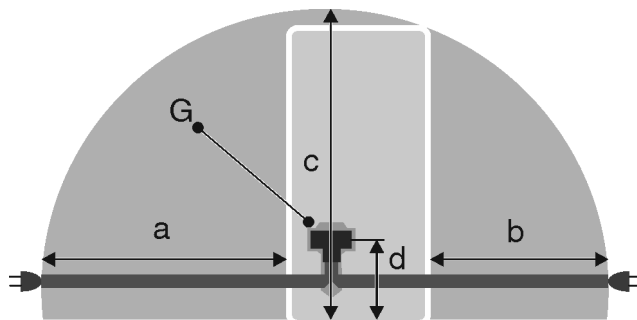

Fig. 22 Koel-vriescombinaties / vriesapparaten / BioFresh-apparaten zonder vriesvak
- De contactdoos bevindt zich niet achter de apparaat, maar in de zones a of b Fig. 22 (a, b, c).
- ▶ Apparaatstekker Fig. 22 (G) aan de achterzijde van het apparaat aanbrengen. Let op het correct vastklikken.